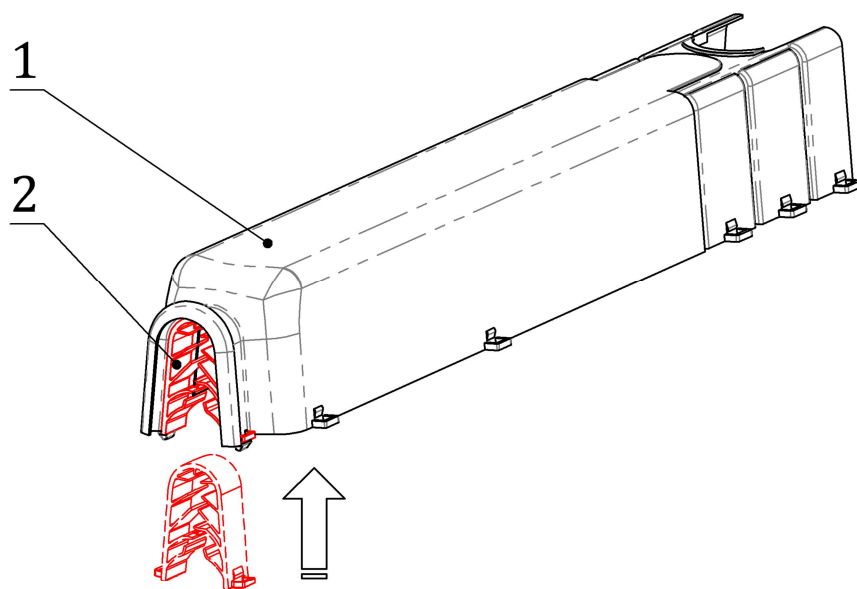

Рис. 5. Установка фиксатора GP
**ПЗУ-ВРА** поставляется производителем в разобранном виде в составе комплекта (см. п.2 Руководства). Перед установкой на изолирующую подвеску осуществляется подсборка основного кожуха с фиксатором GP (рис. 5). Для этого фиксатор 2 устанавливается в гнездо кожуха 1 таким образом, чтобы защёлки кожуха вошли в соответствующие прорезы на фиксаторе, и нажимается до щелчка защёлок.